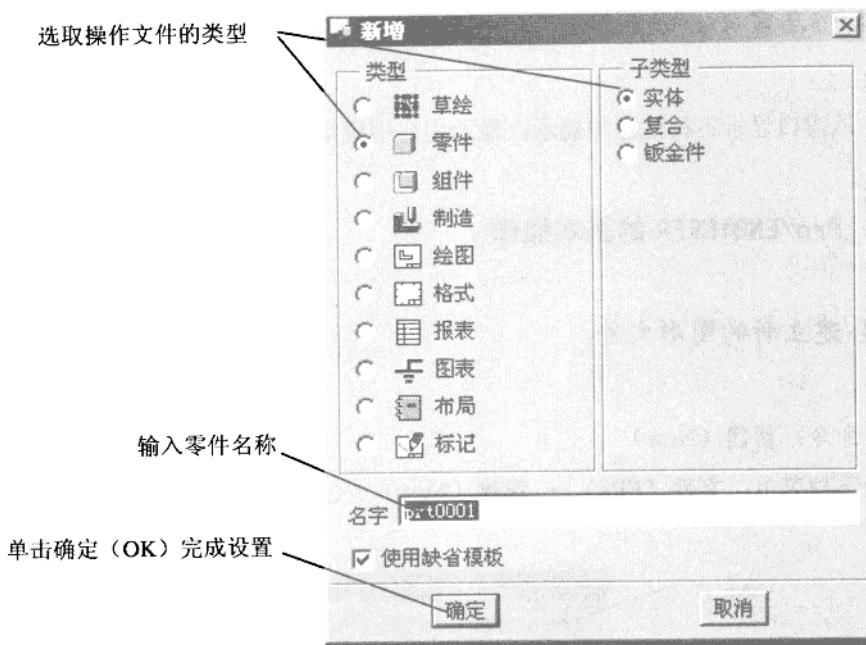
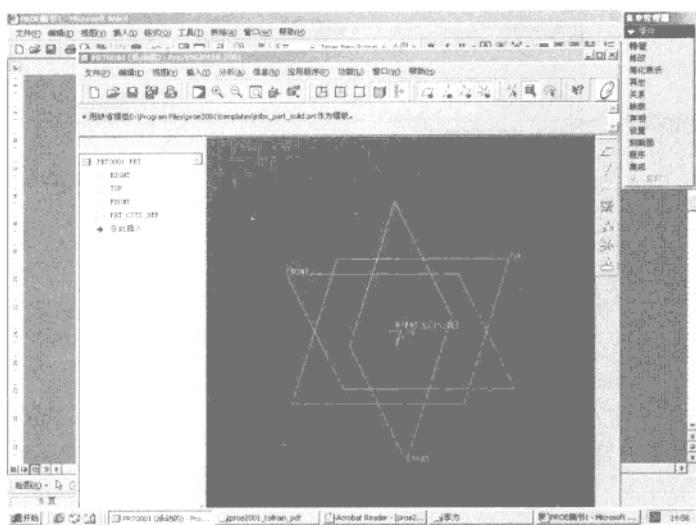

图 1.4
图 1.5
(1) 单击菜单命令文件 (File) → 新建 (New)，弹出如图 1.4 所示的对话框。
(2) 也可以直接单击工具按钮 ， 打开如图 1.4 所示的对话框。
(3) 图 1.4 对话框左边显示了可以选用的文件类型，根据需要用鼠标左键选中要使用的文件类型，则在对话框右边出现相应的子类型选项，用左键选中要使用的子类型，然后在对话框的名称 (Name) 栏目中输入准备绘制的零件名称，单击确定 (OK)，则出现所需要的工作界面 (如图 1.5)。